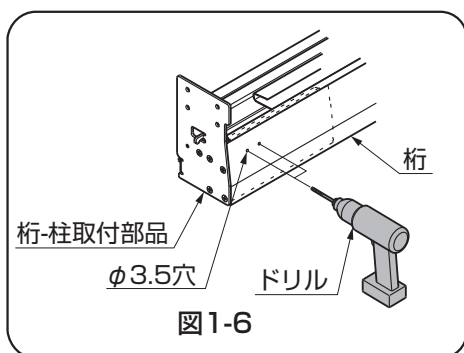

図1-6
- 端部は既存穴をガイドにドリルでφ3.5の穴をあけてから取付けてください。(図1-6参照)